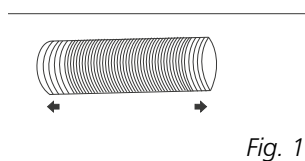
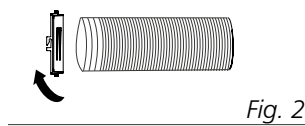

Fig. 1
Fig. 2
- 1 Estenda ambos os lados da mangueira (Fig. 1) e aparafuse a entrada da mangueira (Fig. 2).